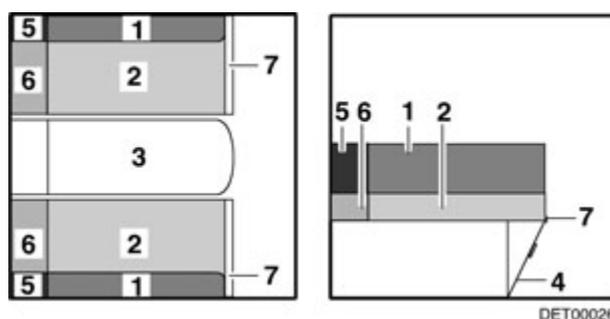

Fig. 72 Après l'agrandissement
- Rabattre la rallonge de la banquette (Fig. 72,7) vers le haut et enclencher avec le rabat (Fig. 72,4).
- Tirer les coussins de dossier (Fig. 72,1) et les coussins d'assise (Fig. 72,2) sur la rallonge de la banquette.
- Placer les coussins supplémentaires (Fig. 72,6) entre les coussins d'assise et la paroi extérieure.
- Placer les coussins supplémentaires (Fig. 72,5) entre les coussins de dossier et la paroi extérieure.